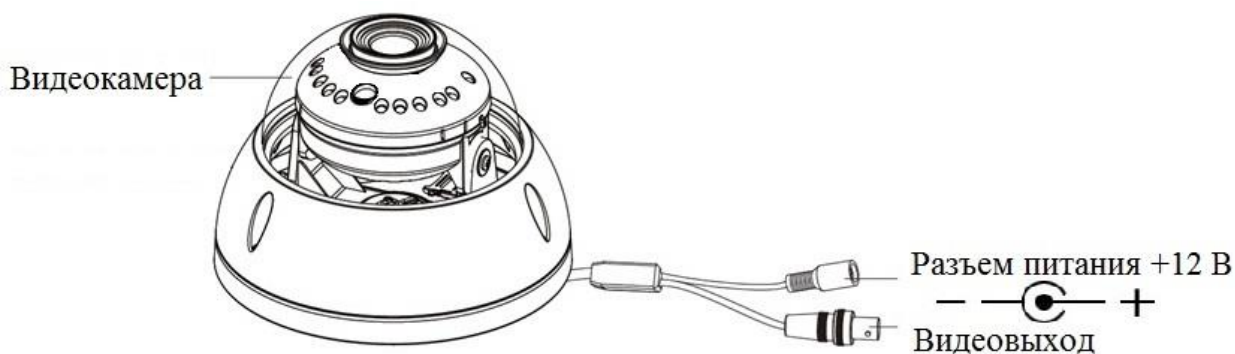

Рисунок 2
2.5 Снимите корпус с устройства и подключите соединительные провода (разъемы) в соответствии со схемой внешних подключений (рис.2) и соблюдением полярности. Неверное соединение может привести к повреждению и/или неправильному функционированию оборудования.